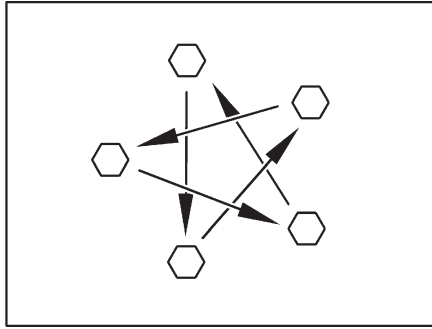

Fig. 177 Serrer en croix les écrous ou les boulons de roue
- Vérifier régulièrement le serrage des écrous ou des boulons de roues. Resserrer alternativement et en croix (Fig. 177) tous les écrous ou les boulons de roue 50 km après le changement d'une roue.
- ▷ Serrer en croix les écrous ou les boulons de roue (Fig. 177).